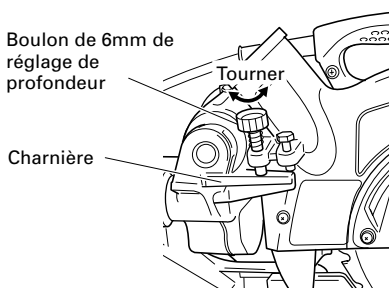

Fig. 11
Pour régler la position limite inférieure de la lame de scie, procéder aux opération (1) de la figure 11.
- (1) Abaisser la tête du moteur et tourner le boulon de 6 mm de réglage de profondeur et régler de manière qu'il y ait un jeu de 5/64" à 1/8" (2 à 3 mm) entre la position limite inférieure de la tête du moteur et le dessus de la pièce pour la position limite inférieure de la lame de scie position où la tête du boulon de 6 mm de réglage de profondeur vient en contact avec le charnière.